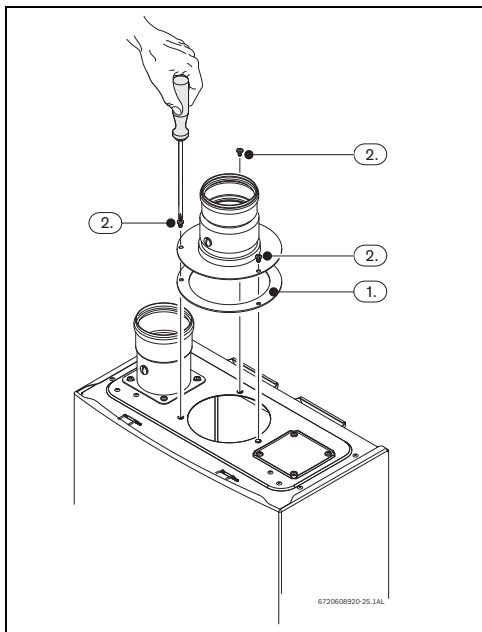

Рис. 28
- ▶ Установите прокладку между прибором и дополнительным оборудованием, Рис. 28 , поз. 1.
- ▶ Затяните 3 винта дополнительного оборудования для дымохода, Рис. 28 , поз. 2.